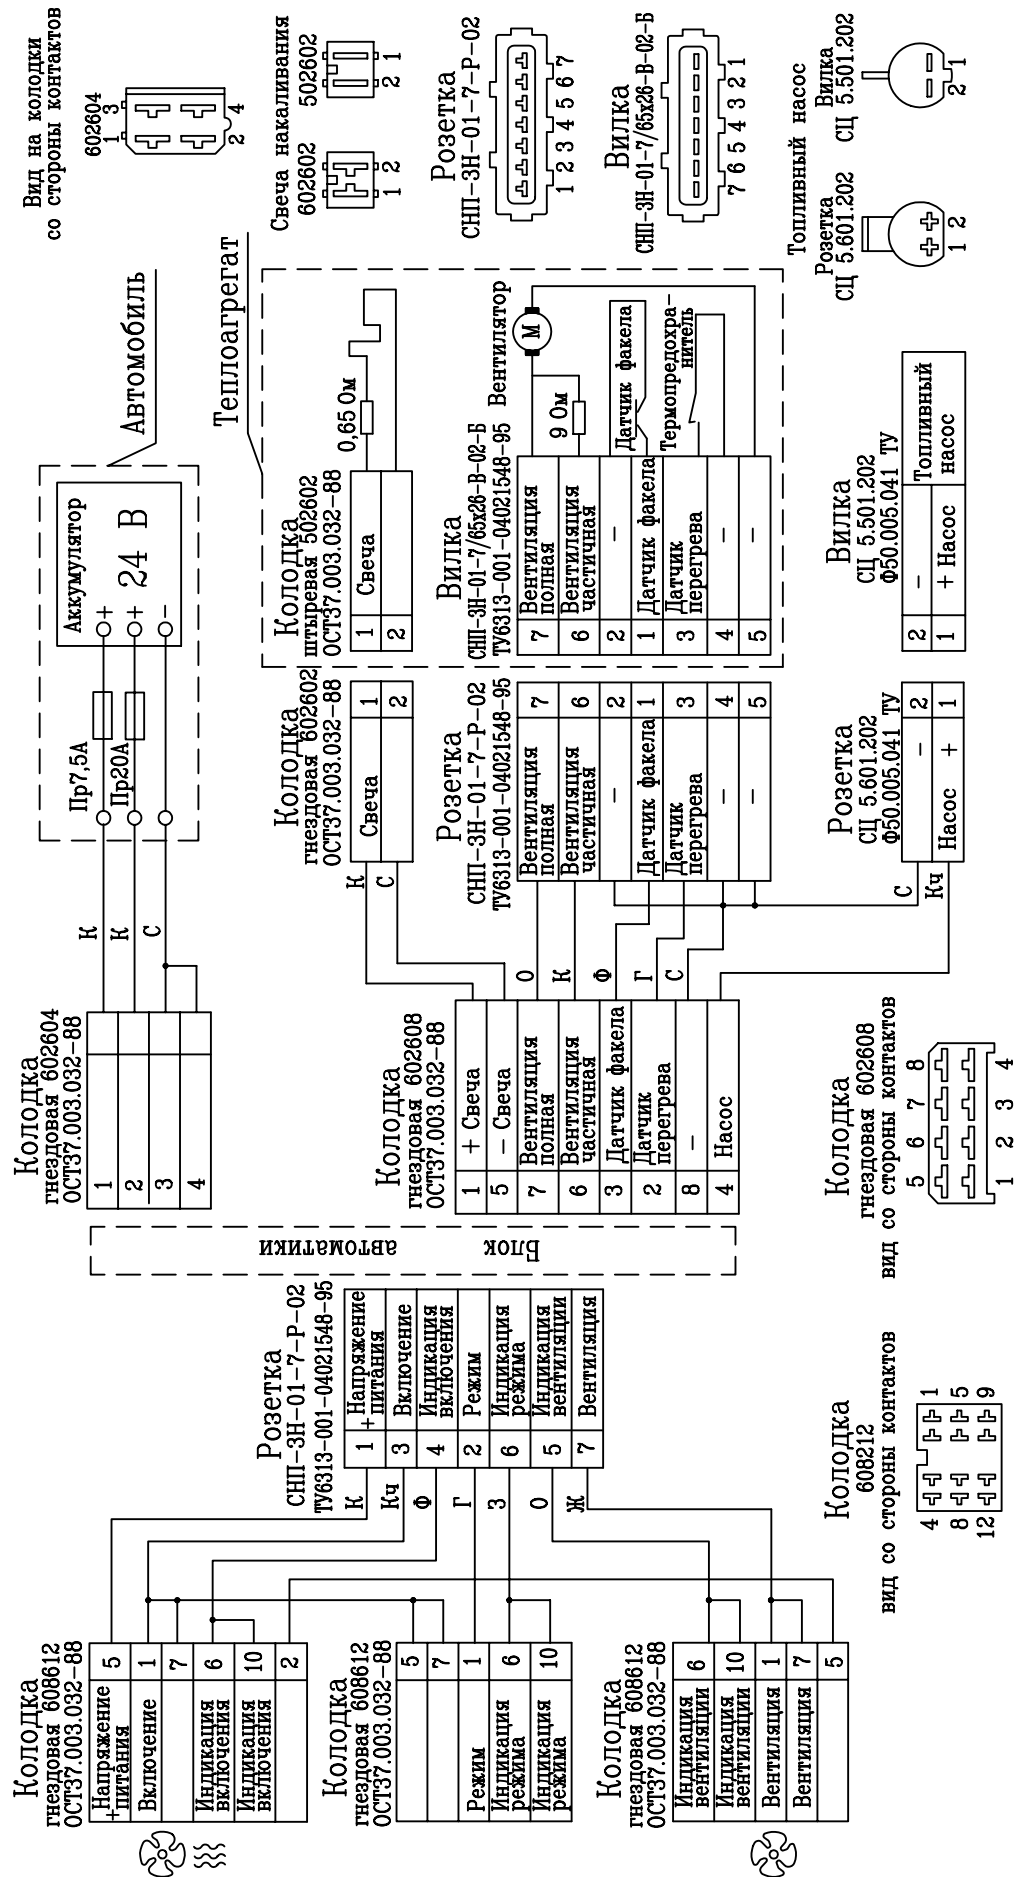

Рисунок 7 Схема монтажная электрическая соединений отопителей ОН-32Д-24-01, ОН 32Д-24-02, ОН-32Д-24-03, ОН-32Д-24-05, ОН-32Д-24-06.
— рисунок 7 для отопителей ОН–32Д–24–01, ОН–32Д–24–02, ОН–32Д–24–03, ОН–32Д–24–05, ОН–32Д–24–06;
— **ДЛЯ ИСКЛЮЧЕНИЯ РАЗРЯДКИ АККУМУЛЯТОРА СНЯТЬ ПИТАНИЕ СО СВЕЧИ НАКАЛИВАНИЯ ПУТЕМ ОТСОЕДИНЕНИЯ КОЛОДКИ 602602 ОСТ 37.003.032-88 ОТ ОТОПИТЕЛЯ (СМ. РИС.7,8).**
10.2.1 Снять крышку (26) и отсоединить провода (5), (6), (7) от контактов вилки СНП (см. рис.7).
Соединить все электрические разъемы согласно схемам рис.7, 8.